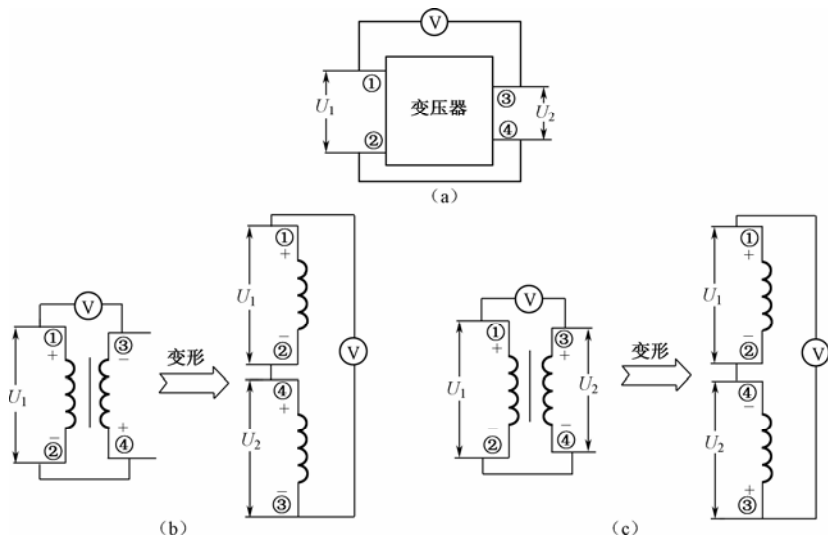

图 4-6 绕向未知的变压器极性判别
如图 4-6 (a) 所示, 将变压器的一个绕组的一端与另一个绕组的一端连接起来 (图中是将②、④端连接起来), 再在两个绕组另一端之间连接一个电压表 (图中是在①、③端之间连接电压表), 然后给一个绕组加一个较低的交流电压 (图中是在①、②端加 U_1 电压)。观察电压表 V 测得的电压值 U , 如果电压值是两个绕组电压的和, 即 $U=U_1+U_2$, 则①、④端为同名端, 其等效原理如图 4-6 (b) 所示; 如果 $U=U_1-U_2$, 则①、③端为同名端, 其等效原理如图 4-6 (c) 所示。